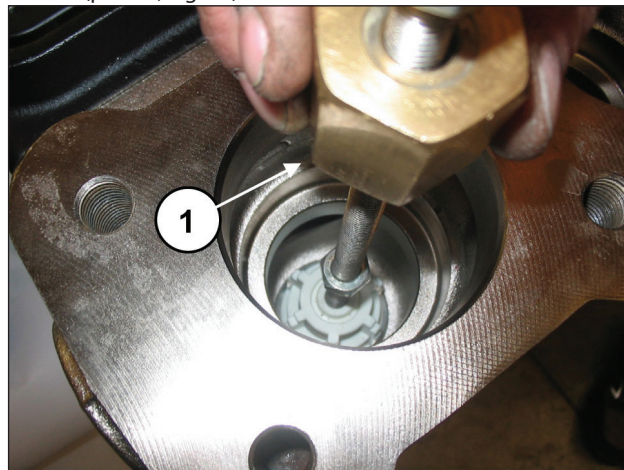

Fig. 94
Estrarre il gruppo valvola aspirazione mediante l'utilizzo di un estrattore a massa battente da applicare al foro M10 del guida valvola (pos. ①, Fig. 94).